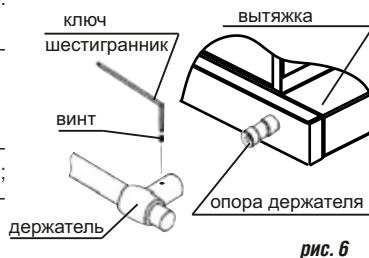

рис. 6
6.4 Для вытяжки "Интегра 50/60П-400-В2Л рейлинг". После установки вытяжки, необходимо прикрепить рейлинг рис. 6.